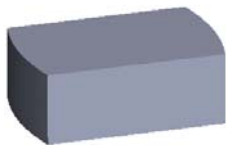
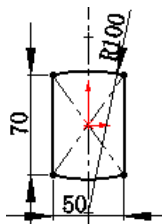

图 3.34.2 拉伸 1
图 3.34.3 横断面草图 1
Step2. 创建图 3.34.2 所示的零件基础特征——拉伸 1。选择下拉菜单   命令；选取前视基准面作为草图基准面，绘制图 3.34.3 所